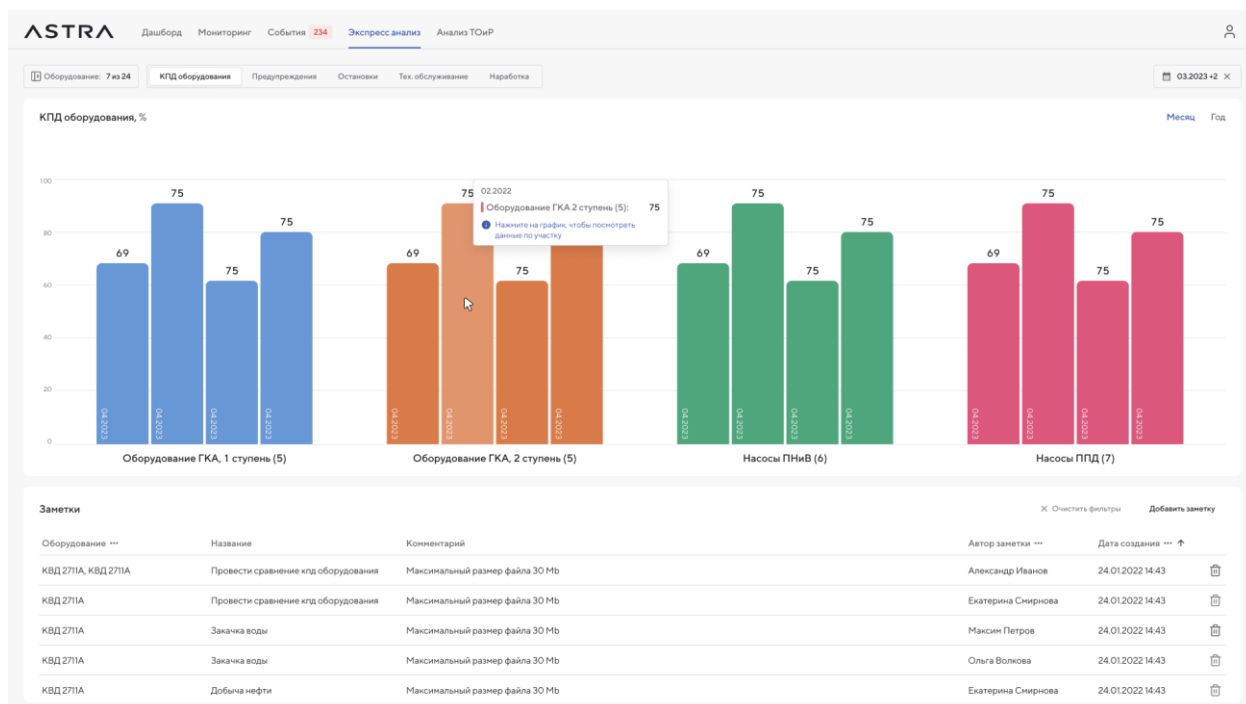

Рисунок 176 – Страница «Экспресс-анализ»
По умолчанию при переходе на страницу «Экспресс-анализ» открывается страница вкладки «КПД оборудования» (Рисунок 176).
На странице **«Экспресс-анализ»** (Рисунок 176) в графическом виде отображается следующая аналитическая информация по видам оборудования:
На странице **«Экспресс-анализ»** (см. Рисунок 176) расположены вкладки:
1. Откройте страницу **«Экспресс-анализ»**. По умолчанию открыта вкладка **«КПД оборудования»** (см. Рисунок 176).